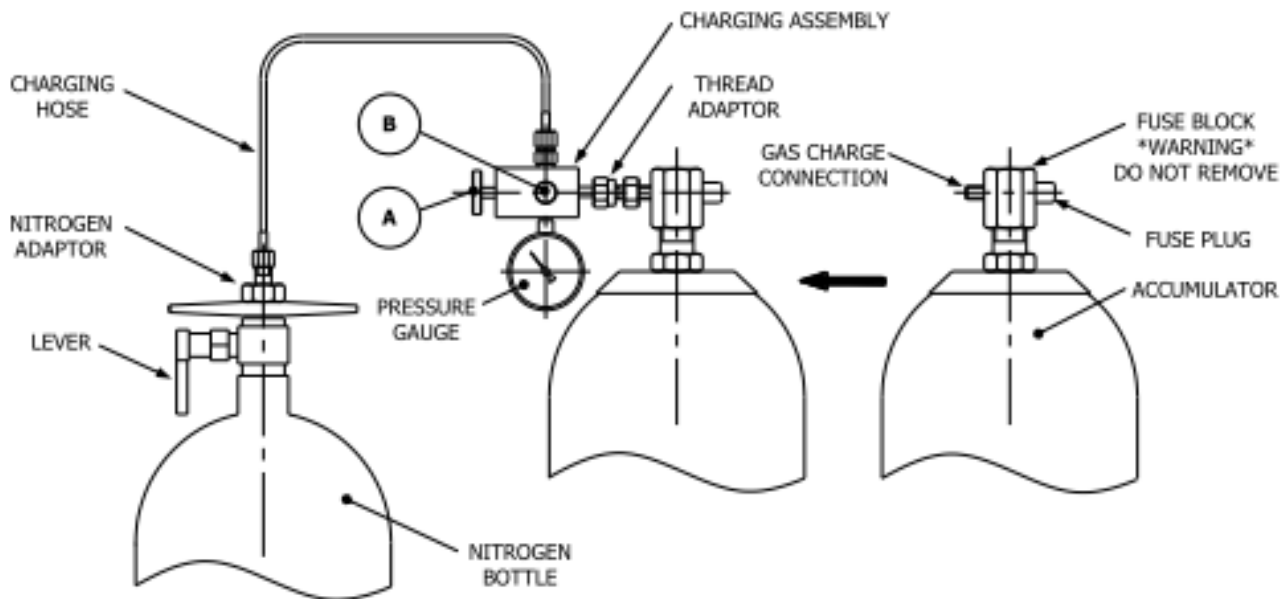

Figure 6.13 : Configuration de la précharge de l'accumulateur
- Ôter le bouchon d'étanchéité de l'embout permettant de charger le gaz. Voir figure 6.13 : Configuration de la précharge de l'accumulateur.
effectuant une rotation dans le sens antihoraire, que vous avez fermé la vis de purge « B » et que la rondelle d'étanchéité de l'indicateur de pression recouverte de cuivre est en place. **Remarque : n'installez pas le tuyau de charge.** Voir figure 6.13 : Configuration de la précharge de l'accumulateur.